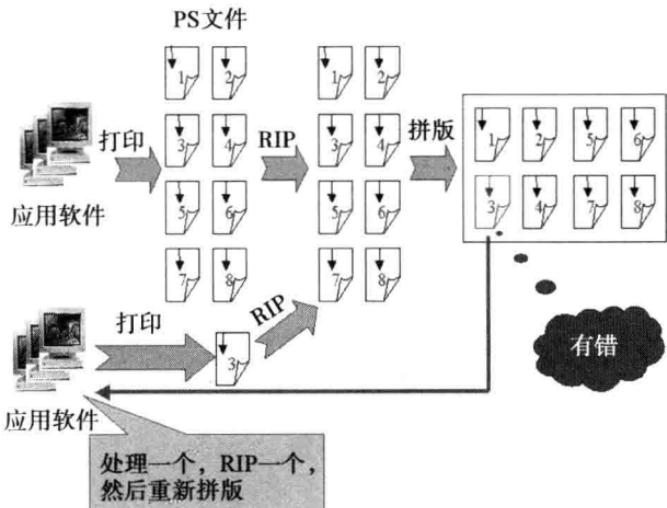

图 4 RIP 后拼版
(2) RIP 后拼版。先 RIP 页面，再拼大版，这适合于包装、标签这类印刷品。这一工作流程将最后文件的修改方式加以简化。若发现某页面中含有一个排版错误，只需在修正错误后，再将这一页面重新 RIP 一次，替换掉原来错误之处即可，这比将整个大版重做 RIP 要省事得多。其生产流程如图 4 所示。